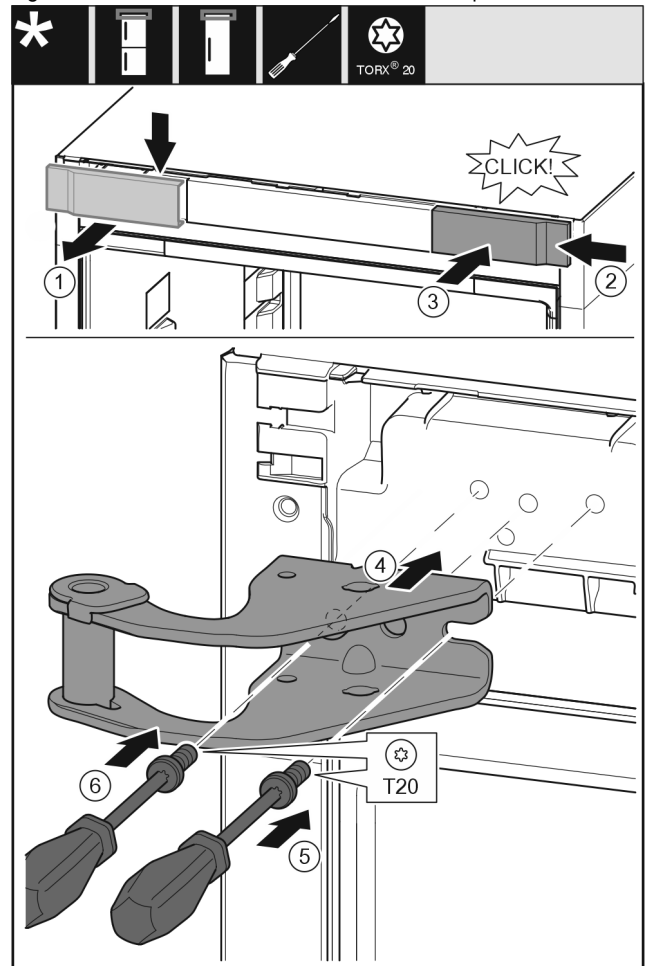

Fig. 11
- Hiqni kapakun mbulues nga lart duke e tërhequr përpara. Fig. 11 (1)
- Futni kapakun të rrotulluar me 180°, në anën tjetër nga e djathta. Fig. 11 (2)
- Mbërtheni në vend kapakun mbulues. Fig. 11 (3)
- Vendosni bazamentin mbështetës të sipërm. Fig. 11 (4)
- Vendosi vidën me një kaçavidë T20 dhe shtrëngojeni fort. Fig. 11 (5)
- Futni në vend vidën me një kaçavidë T20 dhe shtrëngojeni fort. Fig. 11 (6)